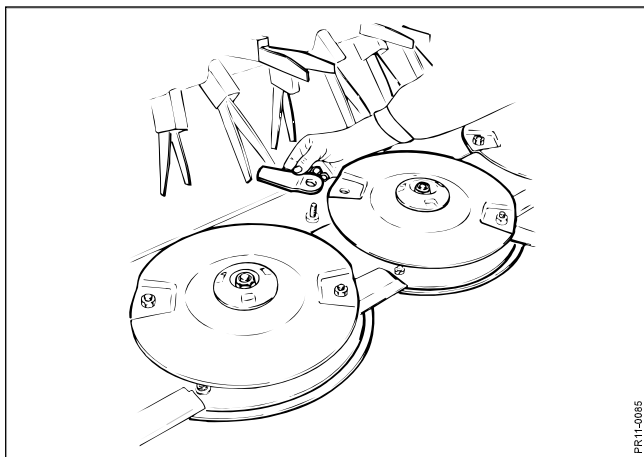

Fig. 5-12
**Fig. 5-12** For at opnå tilfredsstillende afhøstning, er det vigtigt, at knive og modskær er i orden og skarpe. Knivskift foretages ved at afmontere knivbolten og trække denne neden ud af skiven. Dette kan lettest ske, når kniven er i forrest stilling, så bolten kan falde ud gennem hullet i stenbeskytteren. Den gamle kniv fjernes og den nye monteres sammen med knivbolten.